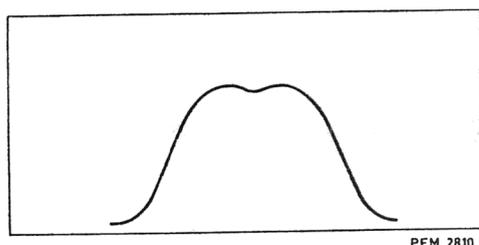

Fig. 15. Courbe de réponse M.F. d'un récepteur AM
4. Sur l'écran de l'oscilloscope il se produit une courbe de réponse de la forme indiquée sur la fig. 15.